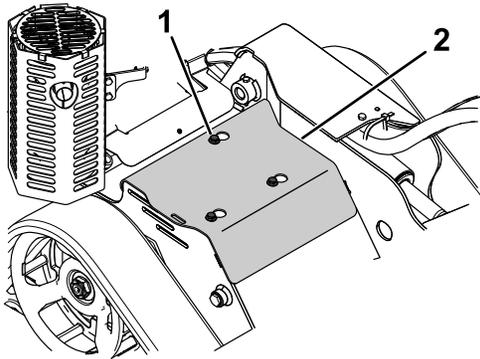

Bild 20
3. Lösen Sie die 3 Schrauben, mit denen die Abdeckplatte am Rahmen befestigt ist, bis die Abdeckung nicht mehr befestigt ist (Bild 20).
1. Schraube (3)
5. Schieben Sie die Abdeckplatte in die richtige Stellung und befestigen Sie diese mit den drei vorher gelösten Schrauben, um die Abdeckplatte vor dem Einsatz der Maschine zu montieren (Bild 20).